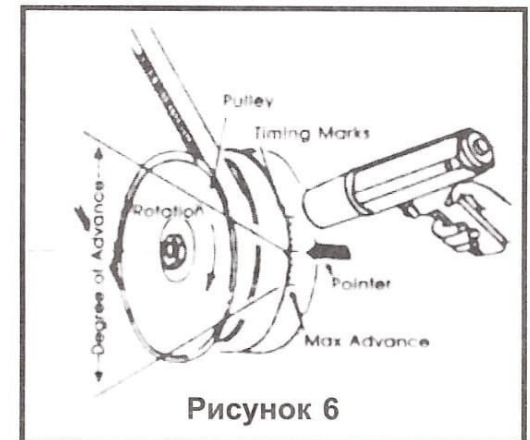

Рисунок 6
3. Направьте вспышку стробоскопа на установочные метки и медленно вращайте распределитель вправо и влево пока установочные метки не совместятся с указателем. См. рис.6. Остановите двигатель.
2. Установочная метка должна оставаться неподвижной, пока обороты двигателя не достигнут скорости, определенной производителем. Установочная метка должна тогда двигаться непрерывно и без рывков (см. рис.6).